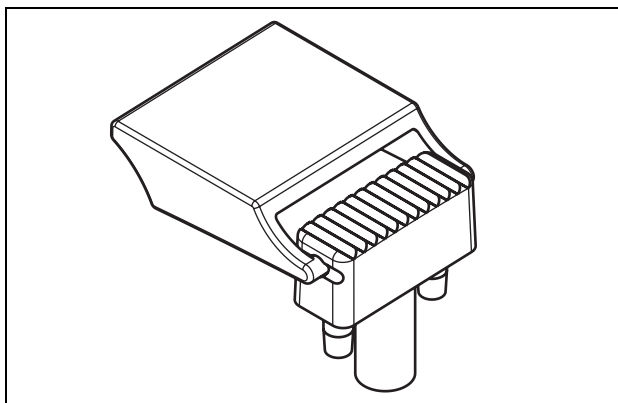

Abb. 24.1: Tastenabdeckung
- 1 Tastenabdeckung in Ersatzglas einrasten (Endergebnis siehe Abb. 24.1).